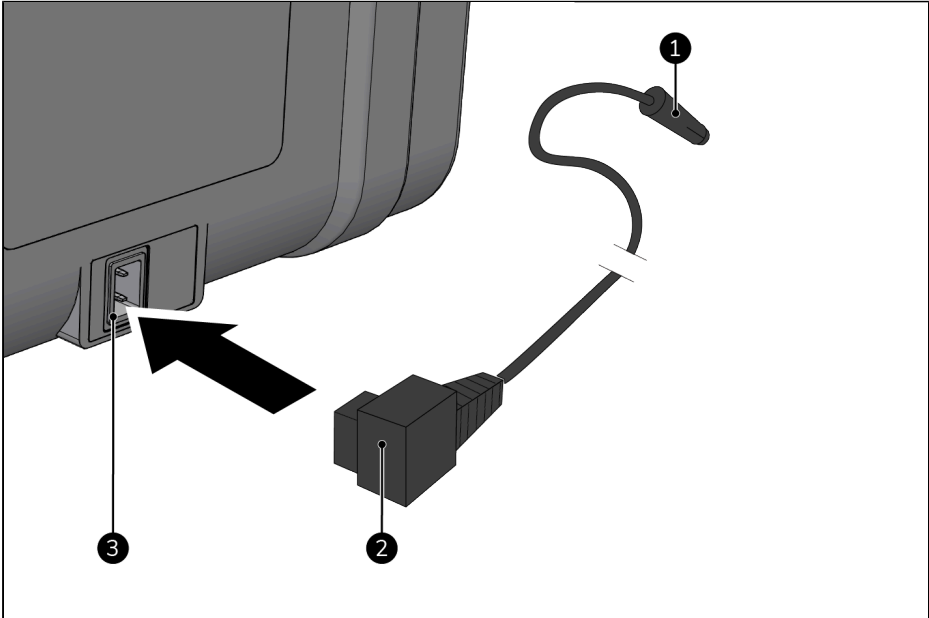

Abbildung 26.
3. Stecken Sie den Netzanschluss (Abbildung 26, Pos. 2) in das Netzteil des Geräts (Abbildung 26, Pos. 3).
4. Stecken Sie den Hilfsnetzstecker (Abbildung 26, Pos. 1) in ein leicht zugängliches 12-V- oder 24-V-Hilfsnetzteil in einem Fahrzeug oder Wasserfahrzeug.